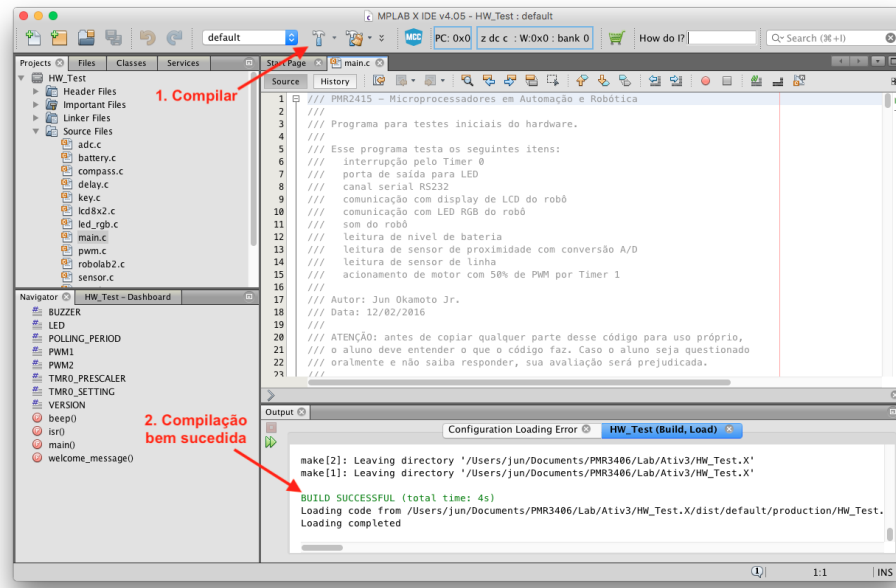

Figura 36: Interface com o usuário do MPLAB X
No MPLAB X a compilação é feita clicando-se no botão com uma imagem de um martelo, item 1. da Figura 36. A compilação deverá ser bem sucedida e aparecerá uma mensagem em verde "BUILD SUCCESSFUL" na janela de saída do MPLAB X, item 2. da Figura 36. Caso não apareça essa mensagem chamar o professor para verificação do que está ocorrendo.